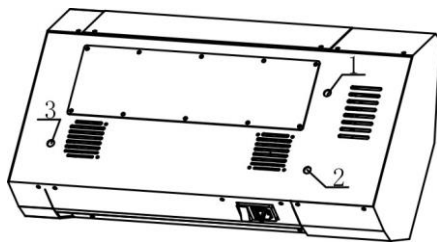

Рис.1
**Ламинатор необходимо смазывать каждый месяц.** В основании машины есть три отверстия (смотрите Рис. 1). Переверните аппарат, снимите защитные колпачки, залейте специальное смазочное масло для аппаратов работающих с высокой температурой (свыше 200 °). Мы рекомендуем использовать высокотемпературную смазку на основе литиевого комплекса. Поместите защитные колпачки на место.